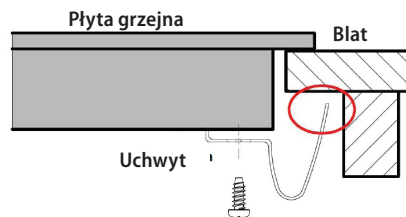

Rys. 6
5. W przypadku, gdy nad płytą grzejną będzie się znajdowała tylko pojedyncza szafka bez okapu kuchennego, wtedy minimalna odległość szafki nad płytą grzejną powinna wynosić 760 mm (Rys. 6).
6. W celu zapewnienia skutecznej cyrkulacji powietrza, urządzenie należy umieścić zgodnie z wymiarami przedstawionymi na Rys. 6, a szafka musi być tak zbudowana, aby do jej dolnej części mogło płynąć powietrze. Pod płytą grzejną musi być odstęp co najmniej 50 mm, a za tylną ścianą szafki musi być odstęp co najmniej 20 mm (Rys. 6).